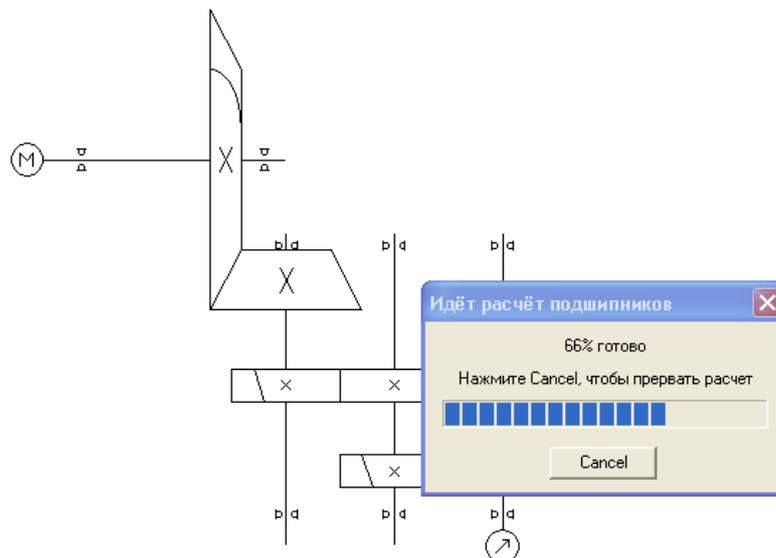

Рисунок 4.27
**Задание 8.** Выполните расчет  (рисунок 4.27)